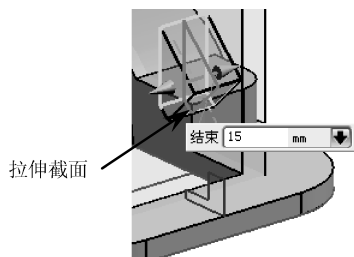

图 4-104 创建小拉伸特征
- 12 使用【拉伸】工具，选择如图4-104所示的截面，以默认拉伸方向创建出对称值为15的实体特征。